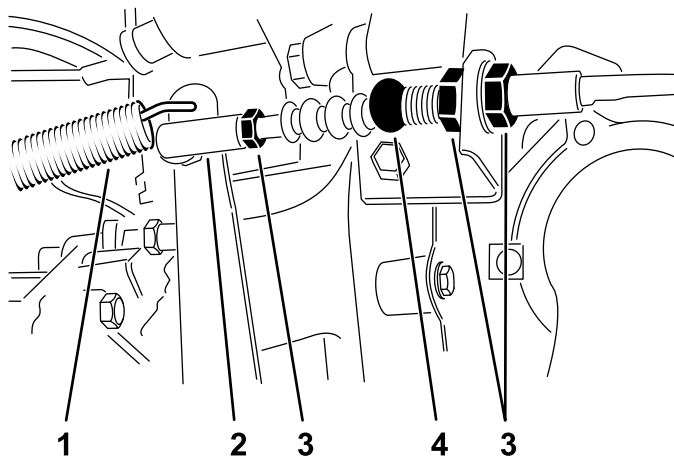

Figura 61
1. Allentate i controdadi che fissano il cavo della frizione alla staffa sul cappuccio del volante (Figura 61).